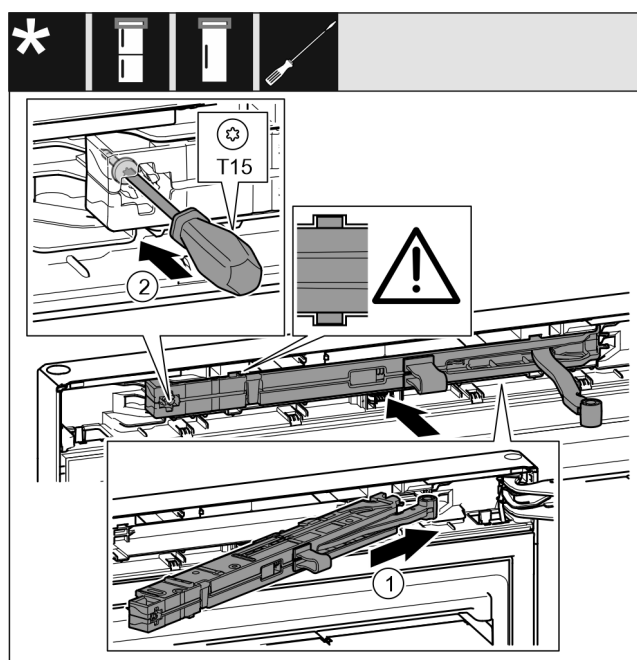

Fig. 22
- Gurnite jedinicu prigušivača zatvaranja Fig. 22 (1) na strani podloška ležaja do graničnika koso u izrez.
- Odvijačem pritegnite vijak Fig. 22 (2).